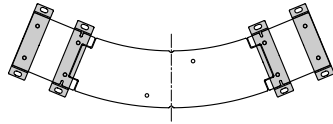

図5-1 W04の場合
- ❶ 図5-1, 図5-2を参照して「中間材取付金具ネジ」を取り外してください。
- ❷ 取り外した位置に、笠木取付金具を「中間材取付金具ネジ」で固定してください。
- ❸ 笠木を笠木取付金具の上にはめ、6-①で固定してください。